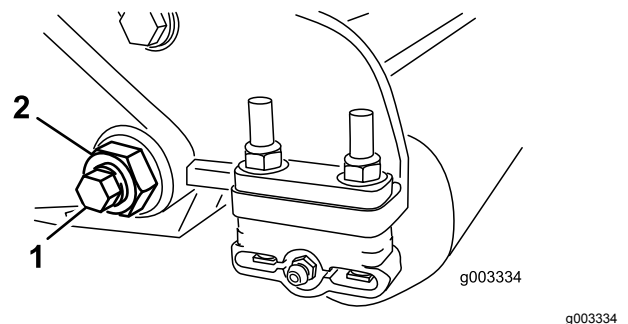

Figura 37
3. Desaperte a porca de bloqueio que segura a cavilha da barra de apoio, em cada um dos lados da máquina (Figura 37).
4. Remova cada uma das cavilhas da barra de apoio, de modo permitir puxá-la e retirá-la da máquina (Figura 37). Guarde as duas anilhas